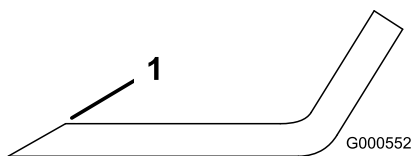

Figure 66
1. Au moyen d'une lime, aiguisiez les tranchants aux deux extrémités de la lame (Figure 66).
Remarque: Si la lame est déséquilibrée, limez un peu l'extrémité de l'ailette seulement (Figure 66).